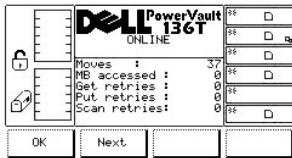

Figure 11. Status > Library > System > Dialogue Statistics
- 1 Si la touche de fonction **Next** est enfoncée, le dialogue ci-dessous s'affiche. Reportez-vous à la Figure 11